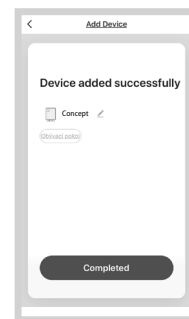
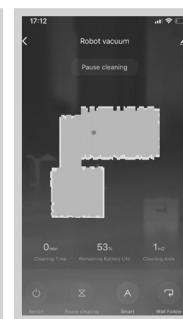

Fig. 11
Fig. 12
8. Luego de completar la configuración (Fig. 11), pulse "Completed" y abra la interfaz para controlar el artefacto (Fig. 12).